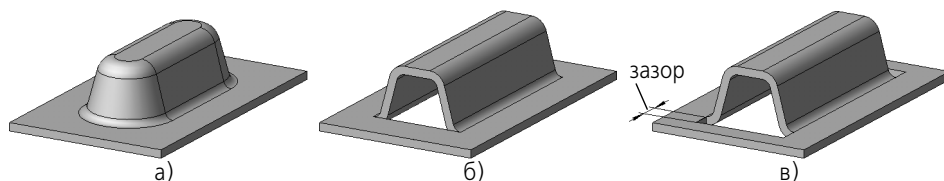

Рис. 98.9. Типы обработки концов буртика
- ▼ закрытый (рис. 98.9, а),
- ▼ открытый (рис. 98.9, б),
- ▼ рубленый (рис. 98.9, в).